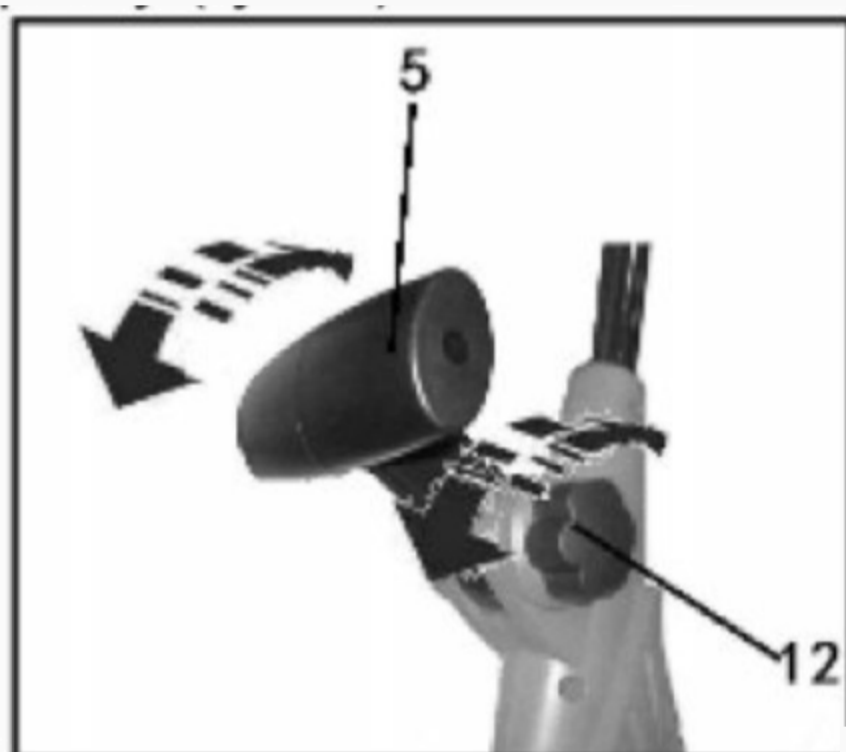

fig. 4
libere butonul de reglare(12) de pe mâner (5), apoi instalați mânerul, fixați mânerul într-o poziție confortabilă de lucru (fig. 4).